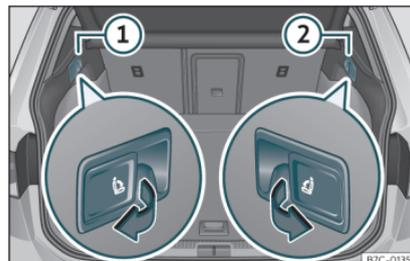

Fig. 108 Nel bagagliaio: leve per lo sblocco a distanza* del lato sinistro 1 e destro 2 dello schienale posteriore.
- Tirare la leva di sblocco»» **fig. 108** dalla parte dello schienale che si desidera ribaltare.